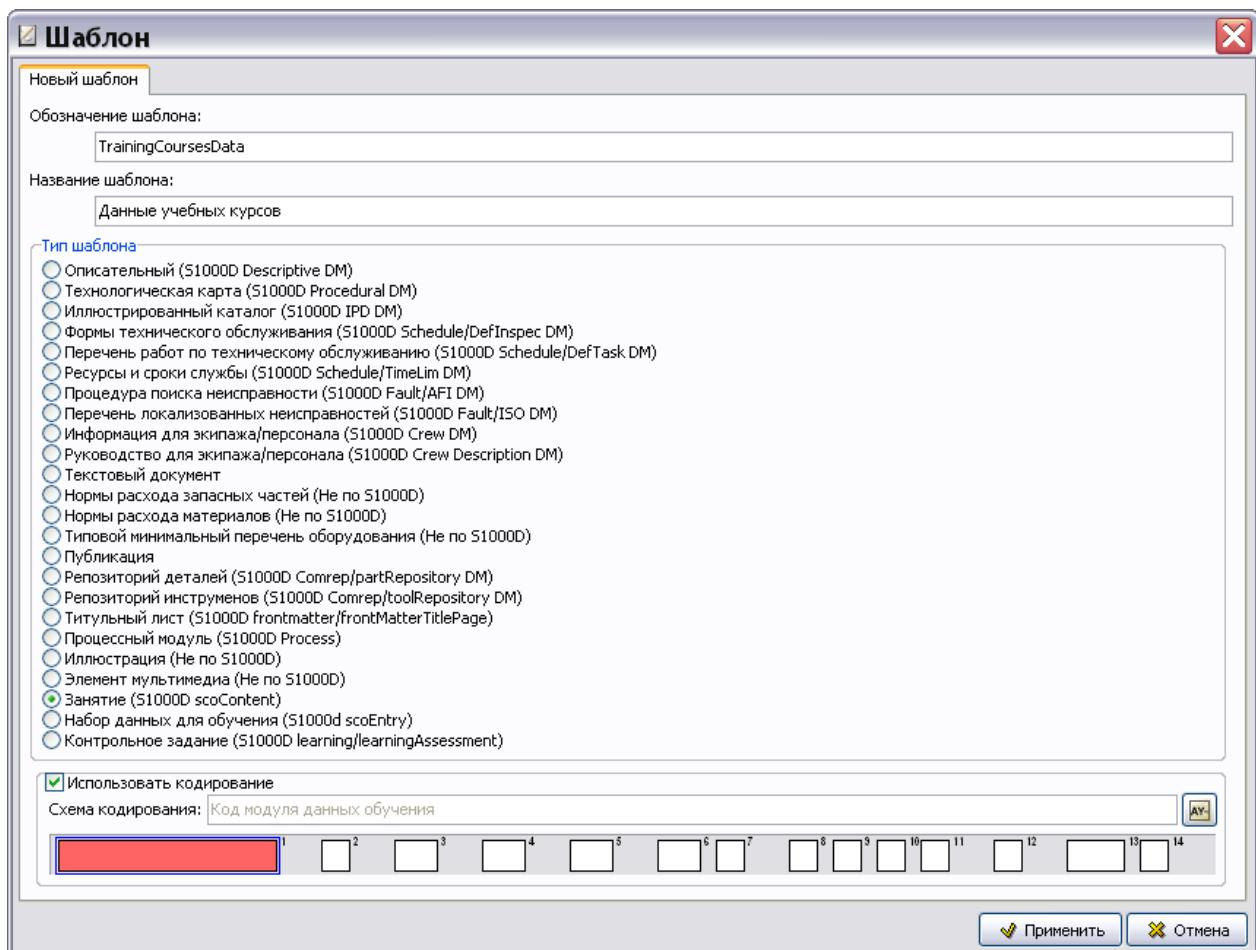

Рис. 3.85
2. В диалоговом окне **Шаблон** введите обозначение шаблона - «TrainingCoursesData» и название - «Данные учебных курсов» (Рис. 3.85).
3. Укажите тип шаблона «Занятие» (Рис. 3.85).